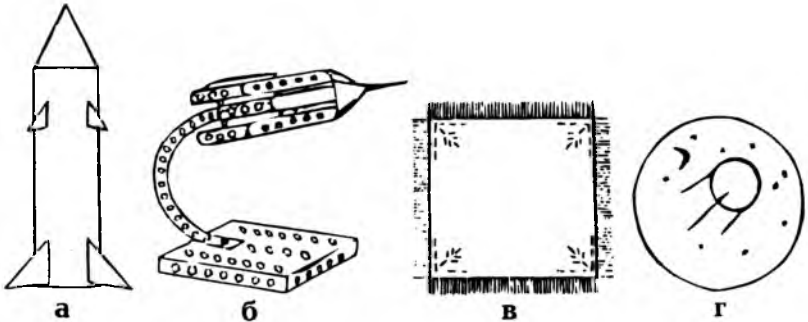

Рис. 8
а) модель ракети з паперу (рис. 8, а);
б) макет ракети або будь-якого космічного літального апарата з деталей технічного конструктора (рис. 8, б).
2. На згадку про рідну домівку виготовити космонавту вишивану носову хустинку (рис. 8, в).
3. За власним задумом виготовити з фольги способом тиснення емблему космічного маршруту (рис. 8, г).